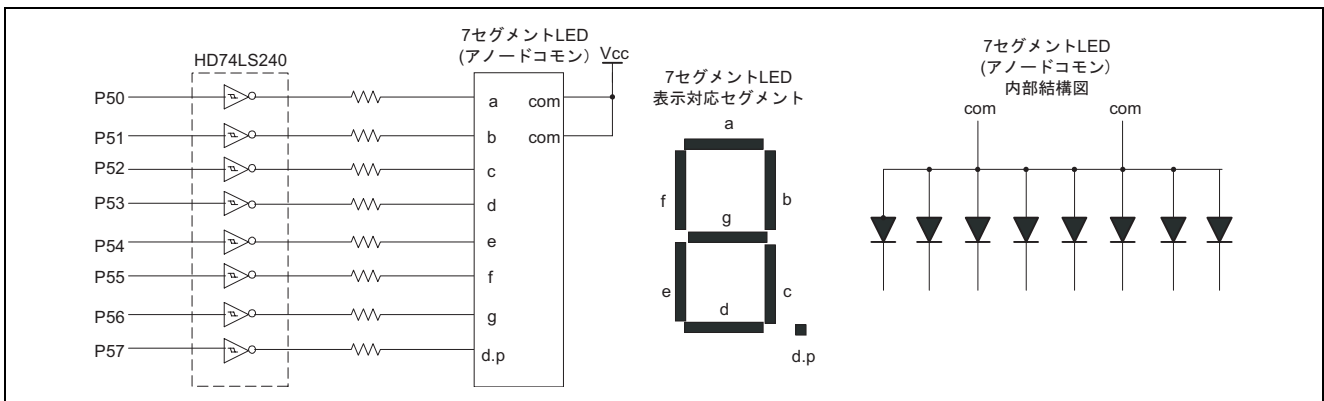

図 5 7 セグメント LED 接続図および内部結線図
(2) 使用する 7 セグメント LED の接続図を図 5 に示します。図 5 に示すようにポート 5 から “High” を出力することにより対応する LED のセグメントが点灯します。また、ポート 5 出力と LED 表示データの関係を表 2 に示します。